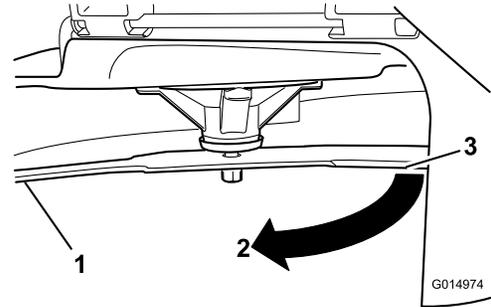

図 46
4. 同じブレードを180度回転させる。すなわち、ブレードのもう一方の刃先が、先ほど測定した場所と同じ位置にくるようにする 図 46。